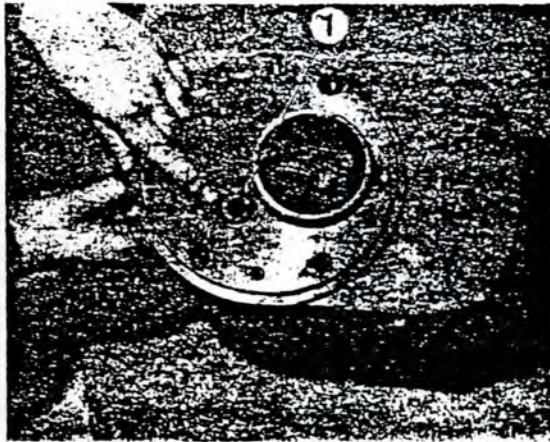

Fig. 6
- Darauf achten, daß der O-Ring (Fig. 6/1) nicht verloren geht.
- Be sure not to lose the O-ring (Fig. 6/1).